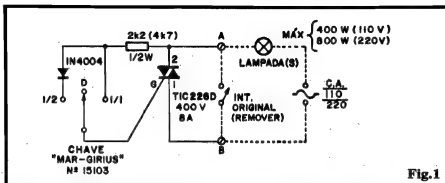

Fig.1
- FIG. 1 - O CIRCUITO - Um TRIAC, um diodo, um resistor e uma chave de um polo x 2 posições, com "neutro" central, fabricada pela conceituada "Mar-Girius", sob o código 15103... Isso é tudo o que o Leitor/Hobbysta precisa para implementar o TRILUX (além, obviamente, de uma prática e minúscula plaquinha de Circuito Impresso, com lay out especificamente dimensionado pa-